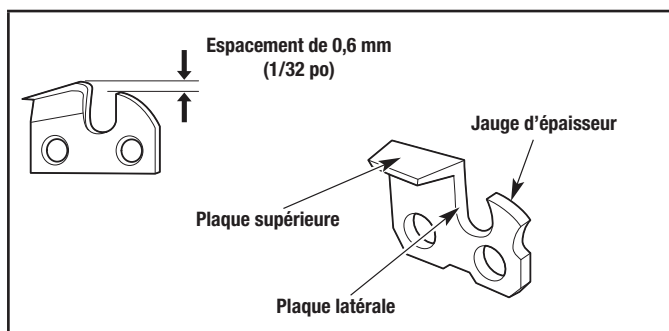

Figure 32
- 2b. Maintenez la lime au niveau de la plaque supérieure de la gouge (Fig. 32). Ne laissez pas la lime plonger ou basculer. Utilisez une pression légère, mais ferme.